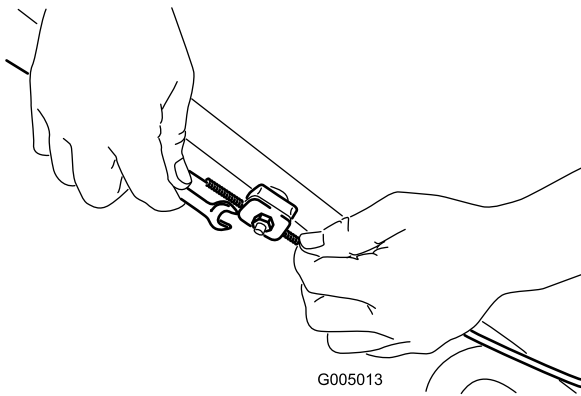

Figura 22
1. Afloje la tuerca del soporte del cable (Figura 22).